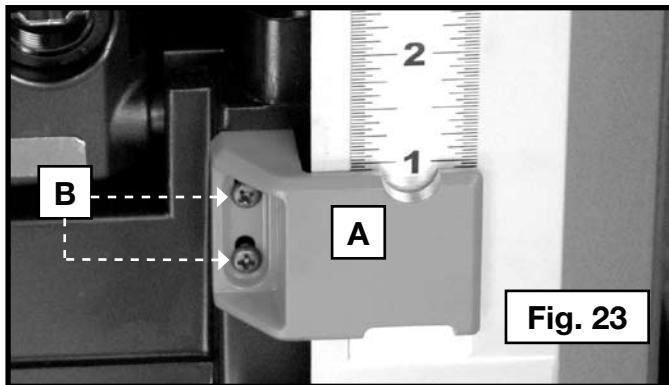

Fig. 23
La escala de ajuste de profundidad (A) Fig. 23 de la cepilladora viene configurada de fábrica. Sin embargo, debido a la utilización prolongada, la escala de ajuste de profundidad puede arrojar medidas incorrectas. Para controlar la escala de ajuste de profundidad, cepille una pieza de madera de descarte y tome nota de la medida que indica la escala de ajuste de profundidad. Mida el espesor final de la pieza de trabajo. Si el espesor de la pieza de trabajo no coincide con la lectura de la escala de ajuste de profundidad, afloje los dos tornillos (B) del indicador rojo. Ajuste el indicador hacia arriba o hacia abajo, hasta que la lectura coincida con el espesor final de la pieza de trabajo. Vuelva a ajustar bien los tornillos.